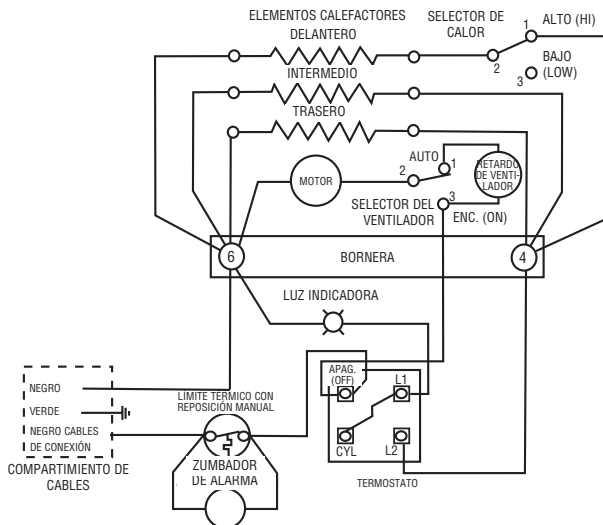

Figura 5 - Diagrama de conexión
3. Conecte el cableado del sitio a los cables del calefactor, como se muestra en la Figura 5 - Diagrama de conexión.